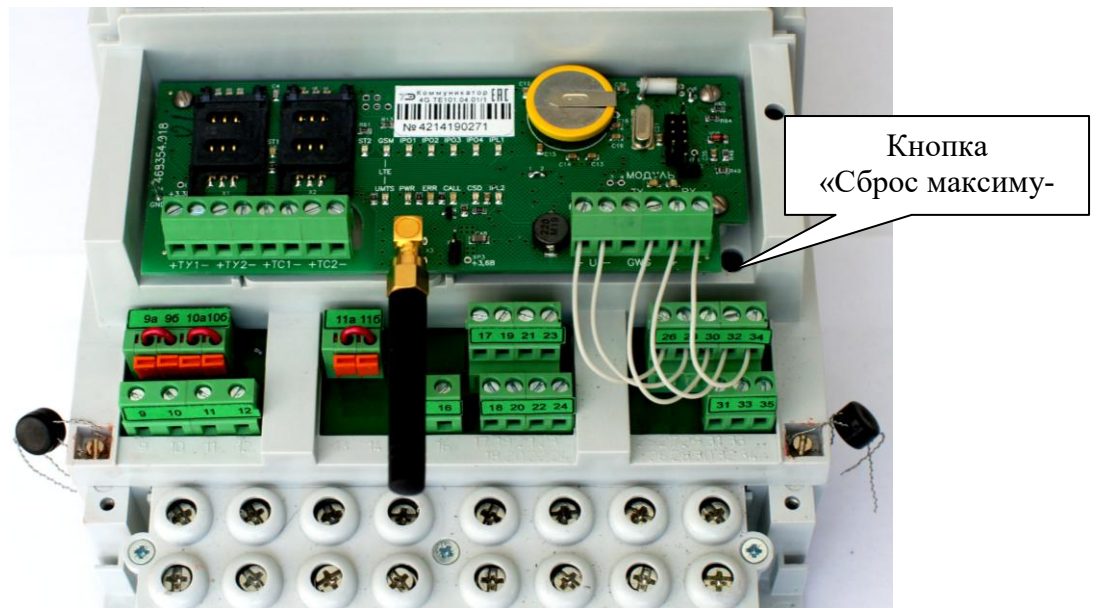

Рисунок 4 – Расположение кнопки «Сброс максимумов»
- нажать кнопку «Сброс максимумов» и удерживать ее в нажатом состоянии (рисунок 4);